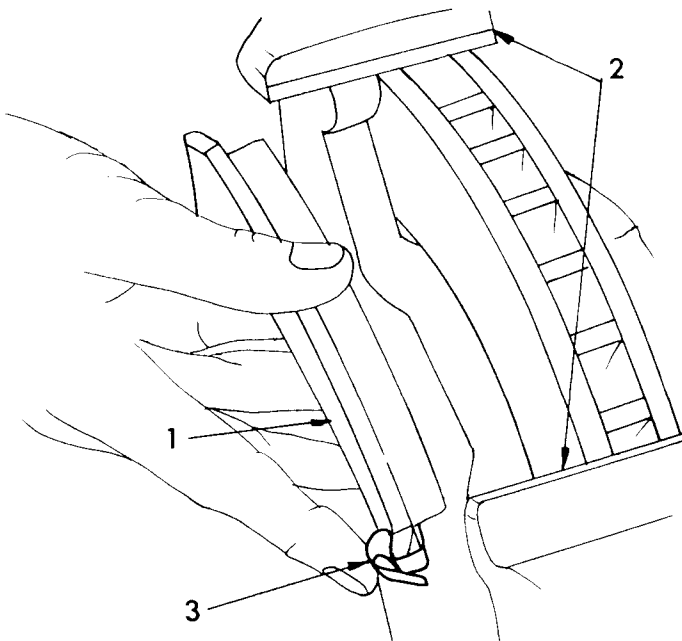

Bild 105 Abnehmen des inneren Bremsklötzes (1). Auf die Lage der Feder (3) im Montagegerüst (2) achten.
- Inneren Bremsklötz vom Montagegerüst abnehmen (Bild 105), aber dabei auf die Lage der Feder (3) achten, ehe diese vom Bremsklötz abgenommen wird.
Beim Zusammenbau als erstes die Feder, wie in Bild 105 gezeigt, so in den Bremsklötz einsetzen, dass die Rundung nach aussen weist. Bremsklötz in den Montagegerahmen einsetzen, ohne die Feder zu versetzen. Den äusseren Bremsklötz von der anderen Seite auflegen.